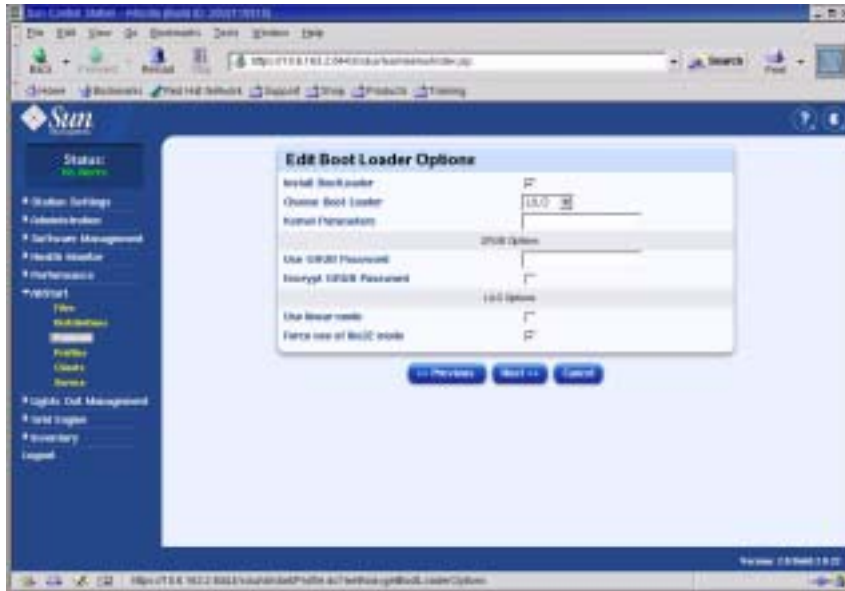

РИСУНОК 2-10 Окно редактирования параметров загрузчика (Edit Boot Loader Options) (профили AllStart)
**в. Проверьте, что в окне редактирования параметров загрузчика (Edit Boot Loader Options) выбраны следующие обязательные записи (см. пример на РИСУНОК 2-10). После окончания нажмите кнопку Next.**